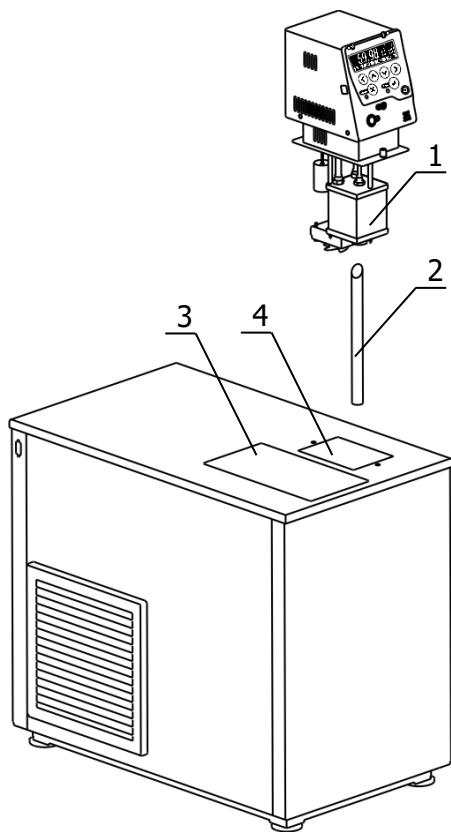
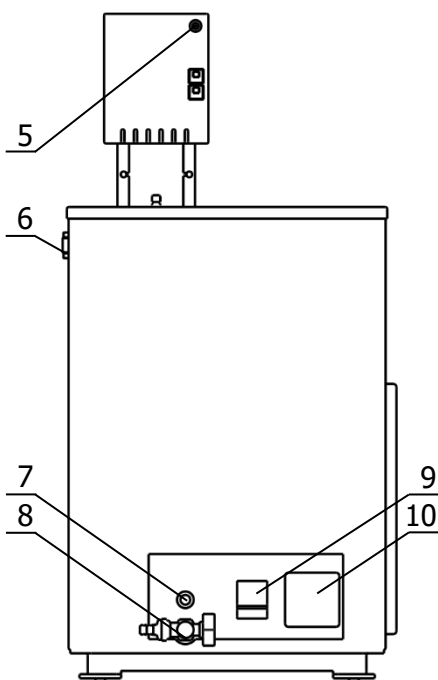

Рисунок 2 — Установка блока регулирования
Рисунок 3 — Задняя панель термостата
2.2.3 Вставить выходную трубку 2 (рисунок 2) в соединительное отверстие на дне основной ванны 4 косым срезом вверх, как показано на рисунке 2.
2.2.5 К переливному штуцеру 7 (рисунок 3) присоединить гибкий шланг, второй конец которого опустить в емкость для сбора излишков теплоносителя объемом 1.5–2 литра.
2.2.6 Заполнить ванну термостата теплоносителем через отверстие над рабочей ванной 3 (рисунок 2) до момента начала слива теплоносителя из переливного штуцера 7 (рисунок 3). Температурный диапазон применения теплоносителя должен соответствовать значениям, указанным в 1.2.6.
2.2.7 Вставить вилку сетевого кабеля блока регулирования в розетку 10 (рисунок 3). Соединить кабелем из комплекта поставки блок регулирования (разъем 5) и холодильную машину (разъем 6). Сетевой кабель термостата подключить к питающей сети. Для этого в лабораторном помещении должна быть установлена электрическая розетка из комплекта поставки термостата.
2.2.10 Причина отсутствия перелива — неправильная работа насоса, вызванная воздушной пробкой, образовавшейся в резервуаре 1 (рисунок 2). Для ее устранения необходимо:
2.4.2 Надеть сливной шланг из комплекта поставки на сливной кран 8 (рисунок 3) и закрепить его хомутом. Свободный конец шланга опустить в емкость для сбора теплоносителя объемом, превышающим объем термостата.